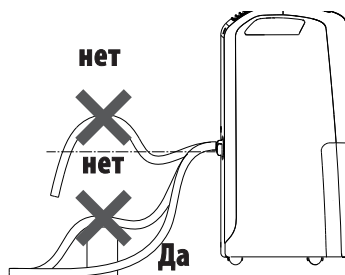

рис. 5
- 3) Убедитесь, что шланг расположен не выше трубки, рис. 5. В противном случае вода останется в бачке. Кроме этого убедитесь, что шланг не пережат.